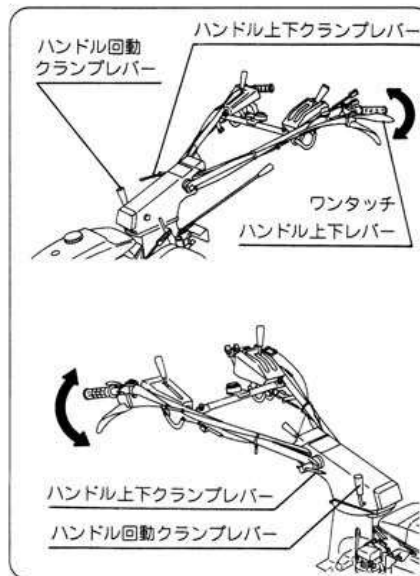
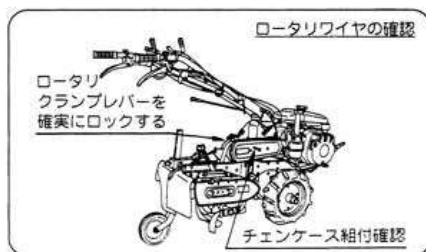

図2
図3
- ② ハンドルを作業者の背丈および作業の種類に合わせて、ハンドル上下・回動クランプレバーによって、最も操作しやすい(上下・左右・逆転)位置に調整してください。(図2・図3)